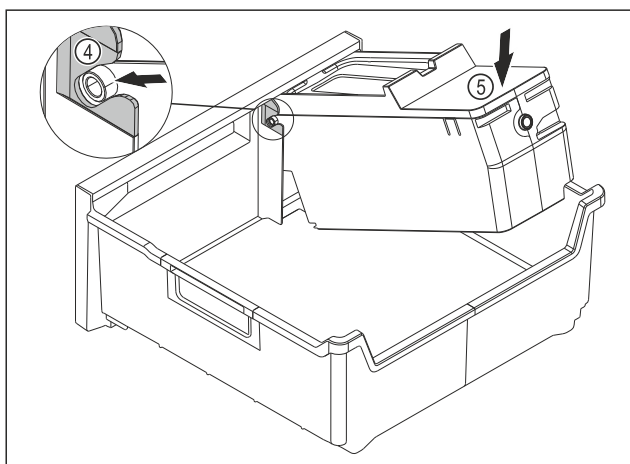

Fig. 145
- EasyTwist-Ice-corpus monteren: Assen van de EasyTwist-Ice-corpus in de geleidingen Fig. 145 (4) schuiven.
- EasyTwist-Ice-corpus Fig. 145 (5) achter omlaag drukken.